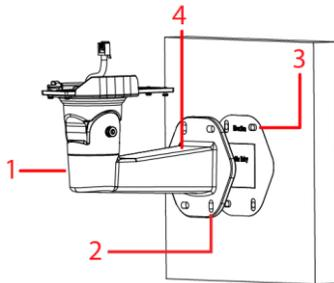

Figura 1
- Depois de passar toda a cablagem necessária através do braço de montagem, coloque o braço de montagem (1) (figura 1) na superfície e alinhe os quatro orifícios no braço de montagem (2) (figura 1) com os quatro parafusos de fixação ou parafusos de expansão na superfície (3) (figura 1).
- Insira o tampão de borracha no orifício superior do braço de montagem (4) (figura 1) para evitar que entre água no braço de montagem.